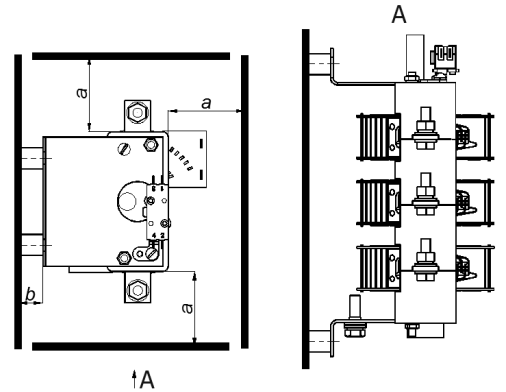

Рисунок 1- Минимально-допустимые расстояния от аппаратов до металлических частей
2.6 При встраивании аппаратов в металлические шкафы или ящики расстояние «В» (Рисунок 1) может быть уменьшено с применением прокладок из изоляционных материалов под установочной площадью аппарата.